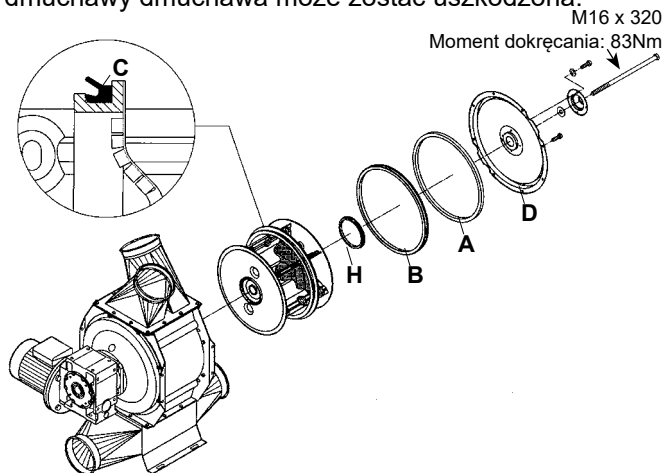

Fig. 5
uszczelniającego (B), patrz fig. 5.
Nowe uszczelnienie, przed montażem, musi być nasmarowane smarem na powierzchni ślizgowej. Pierścień uszczelniający (C) montowany jest na środku wirnika, patrz fig. 5, zapobiegając zassaniu materiału do dmuchawy. Ważne jest, aby ten pierścień uszczelniający działał poprawnie, ponieważ w przeciwnym razie, jeżeli materiał zostanie zassany do dmuchawy dmuchawa może zostać uszkodzona.
Ze względu na konstrukcję pierścienia uszczelniającego (C), który jest montowany na środku wirnika (patrz fig. 5), najłatwiejszym sposobem montażu wirnika jest wykonanie tego od strony motoreduktora. Z tego powodu zaleca się zdemontowanie motoreduktora i pokryw bocznych, tak, aby wirnik mógł być wy montowany z tej strony. Proszę zwrócić uwagę, aby kołek tarczy zabierakowej został połączony z kołem zębatym (kołek tarczy zabierakowej i otwór powinny być oczyszczone). Należy sprawdzić również czy prawidłowo pracują pierścienie uszczelniające (C) przy łożyskach i wymienić je, jeżeli to konieczne, gdyż w przeciwnym razie może to doprowadzić do uszkodzenia łożysk. Dodatkowo, wszystkie narzędzia mogą być dostarczone jako zestaw pod numerem 121000492. Zestaw zawiera również narzędzia do wentylatorów typu SUC oraz do zaworów rotacyjnych.